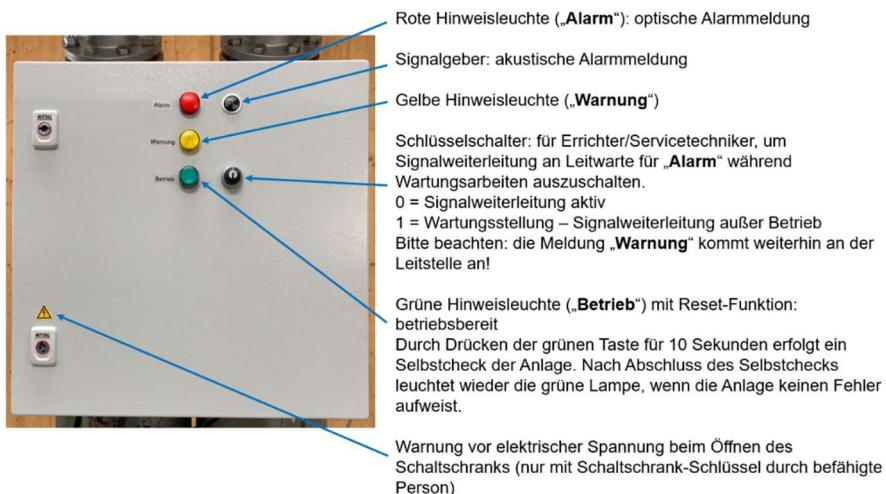

Abbildung 10: Steuerung der Schutzatmosphären-Trennstation
Die beiden pro Behälter verbauten **UV-C-Lampen (3)** sind redundant angesteuert und werden kontinuierlich auf ihre Funktion überwacht. Die beiden **Pegelschalter (8, 9)** werden auf Drahtbruch und Kurzschluss überwacht. Zur Erkennung des aktuellen Betriebszustands verfügt die Steuerung über drei Ampel-Hinweisleuchten (siehe 4.3, Abbildung 10).
Betriebszustände (siehe Abbildung 10)